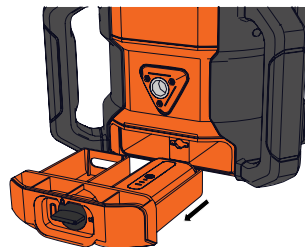

Figura 5
- Retire el compartimento de la batería del láser rotativo. (Figura 5)